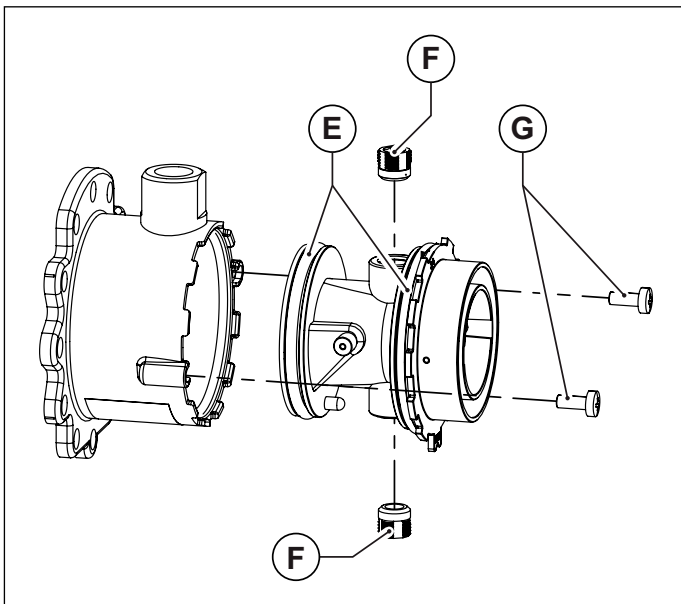

Рис. 39 Пластмассовый корпус смесителя
- Отвинтить два винта и вытащить пластмассовый корпус смесительного узла (смотри Рис. 39 Пластмассовый корпус смесителя).
- Используя шестигранный ключ, вывинтить две форсунки диаметром 6 мм (смотри Рис. 39 Пластмассовый корпус смесителя).
- Вставить пластмассовый корпус (трубку Вентури) в смесительный узел и зафиксировать его крепежными винтами, обращая внимание на то, чтобы не повредить кольцевые прокладки, расположенные по краям пластмассового корпуса Рис. 39 Пластмассовый корпус смесителя) правильно выбрать монтажное положение (смотри Рис. 40 Монтажное положение).
- Закрепить смесительный узел на вентиляторе с помощью шестигранных винтов, не забыв установить между ними уплотнительное кольцо (смотри Рис. 39 Пластмассовый корпус смесителя).
- Вставить пластмассовый корпус (трубку Вентури) в смесительный узел и зафиксировать его крепежными винтами, обращая внимание на то, чтобы не повредить кольцевые прокладки, расположенные по краям пластмассового корпуса (Рис. 39 Пластмассовый корпус смесителя) правильно выбрать монтажное положение (смотри Рис. 40 Монтажное положение).